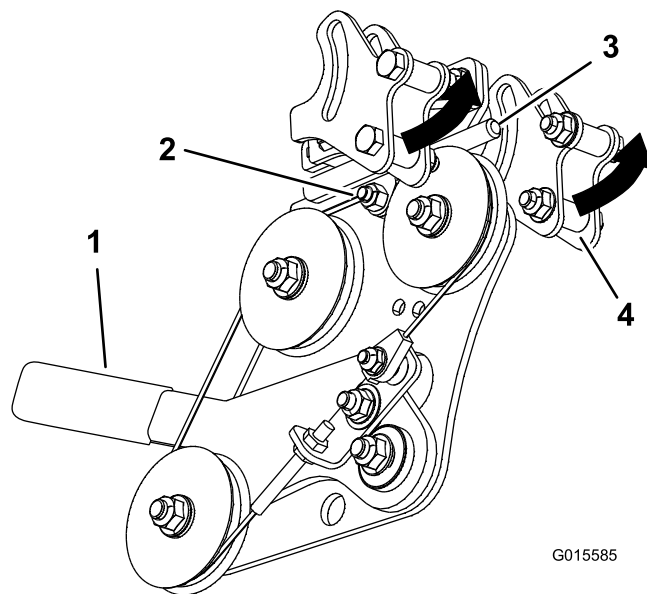

Figura 21
5. Si se agarrota o se bloquea, afloje la tuerca de ajuste de desplazamiento (Figura 21).
6. Mueva la palanca de control de la velocidad a Lento y luego a Rápido dos veces para verificar que la barra de desplazamiento no se mueve (Figura 21).
8. Tire hacia atrás de los dos pernos espaciadores inferiores y apriete la tuerca de ajuste de desplazamiento (Figura 21).